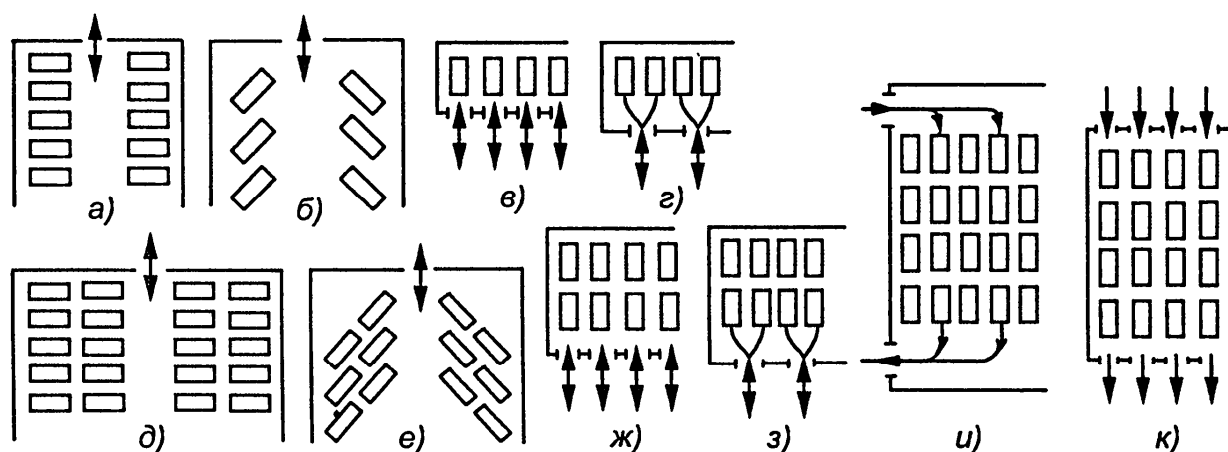

Рис. 1.1. Схемы способов расстановки автомобилей на закрытых стоянках
- однорядные (см. рис. 1.1, *а, б, в, г*);
- двухрядные (см. рис. 1.1, *д, е, ж, з*);
- многорядные (см. рис. 1.1, *и, к*);
- прямоугольные (см. рис. 1.1, *а, д*);
- косоугольные (см. рис. 1.1, *б, е*);
- тупиковые (см. рис. 1.1, *а, б, в, г, д, ж, з*);
- прямоточные (см. рис. 1.1, *и, к*).
Стоянки без внутреннего проезда обеспечивают независимый выезд или въезд через одни ворота каждого автомобиля (см. рис. 1.1, *в, г*).